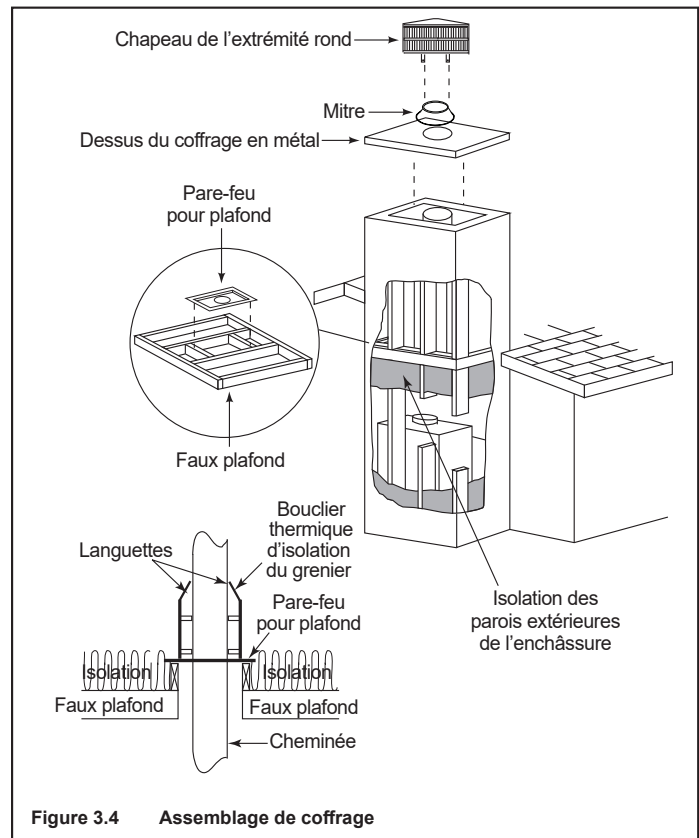

Figure 3.4 Assemblage de coffrage
Les parois, le plafond, la plaque de base et le sol en porte-à-faux du coffrage doivent être isolés (voir la Figure 3.4.) Équipez le coffrage de pare-vapeur et de pare-air, en conformité avec les codes locaux applicables au reste de la maison. En outre, Hearth & Home Technologies recommande de recouvrir les surfaces intérieures de placoplâtre et de colmater les raccords (ou l'utilisation d'une méthode équivalente) pour optimiser l'étanchéité.
- Dans les climats froids, les murs du coffrage doivent être isolés jusqu'au niveau du faux plafond, comme indiqué sur la figure 3.4. Cela aidera à diminuer les pertes de chaleur de la maison autour du foyer.